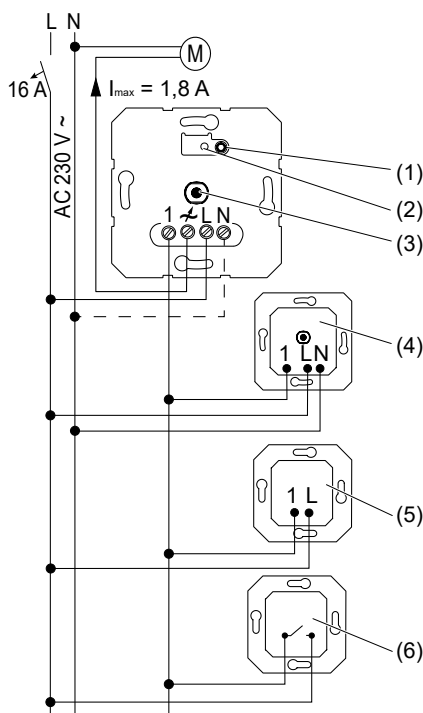
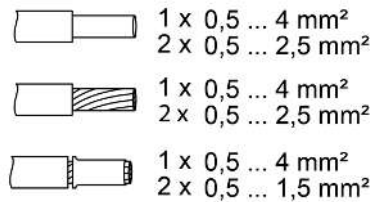

Bild 1: Anschlussplan mit optionalen Nebenstellen
Bild 2: Klemmbare Leiterquerschnitte
- Gerät laut Schaltplan (Bild 1) anschließen. Dabei klemmbare Leiterquerschnitte (Bild 2) beachten
- i** Durch kurze Betätigung der Taste **Test** (1) kann der Motor geschaltet werden.